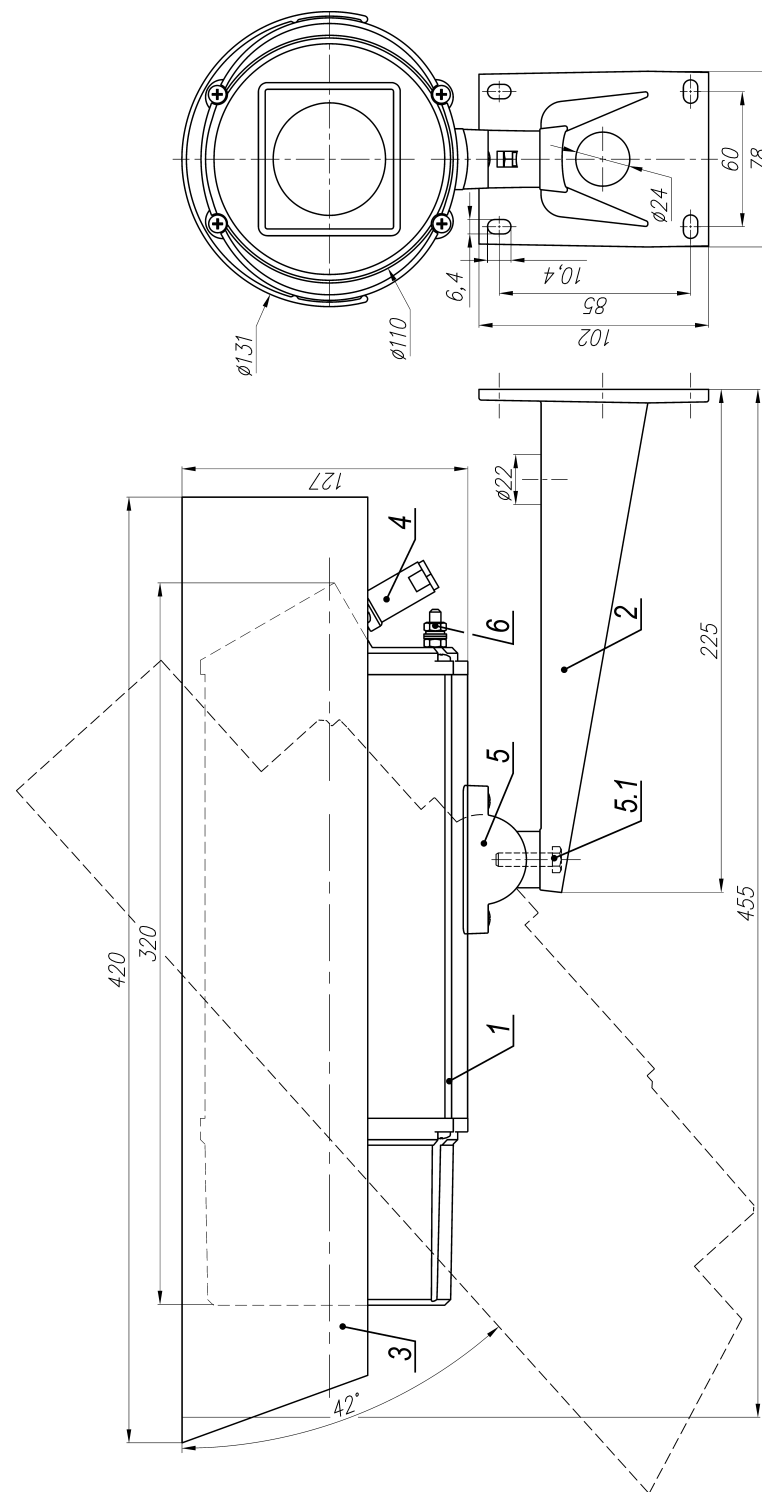

Рис.1 Состав и габаритно-установочные размеры ТВК-90 IP
3. Ослабив болт фиксации шарнира (поз.5.1 рис.1), установить гермобок на нужное направление обзора, после чего надежно зафиксировать шарнир затянув болт.
3. Заземлить гермобок с помощью болта заземления (поз.6 рис.1).
Состав изделия: (см. рис.1)